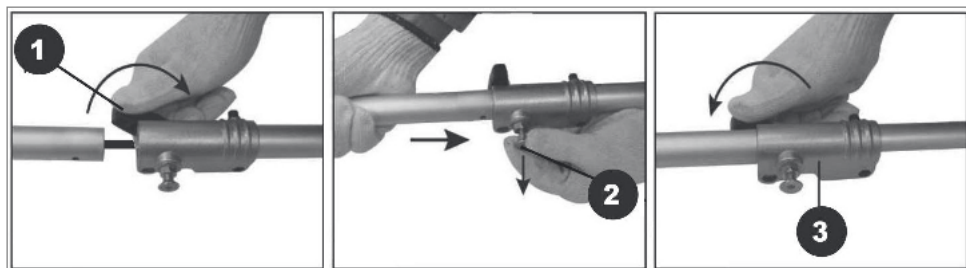

Рис. 1
**Подсоединение вала. (Рис. 1)**
1. Ослабьте винтовой зажим соединительной муфты (1).
2. Выдвиньте фиксирующий шплинт (2) из соединительной муфты. Вставьте нижнюю часть вала в соединительную муфту (3), убедившись, что фиксирующий шплинт установился в отверстии на нижнем валу
3. Зафиксируйте нижний вал в соединительной муфте затяжкой винтового зажима (1).